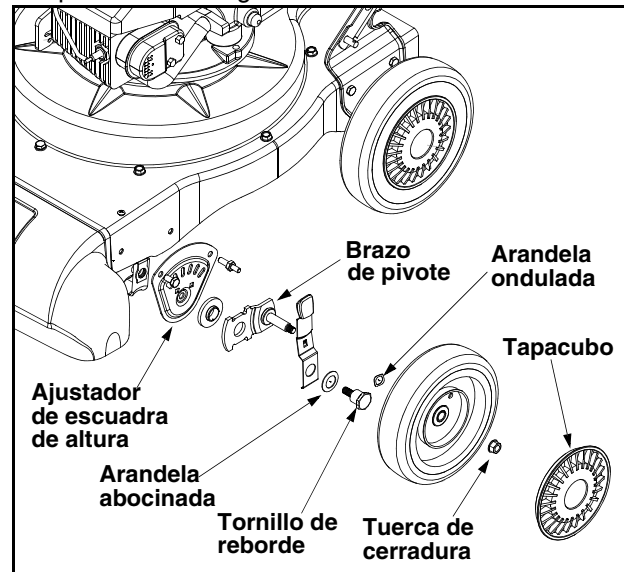

Figura 14
- Quite los tapacubos delanteros, ciérrase chiflado, ruedas delanteras, y las arandelas de onda(ola) que atan a las ensamblas de brazo de pivote. Ver la Figura 14.